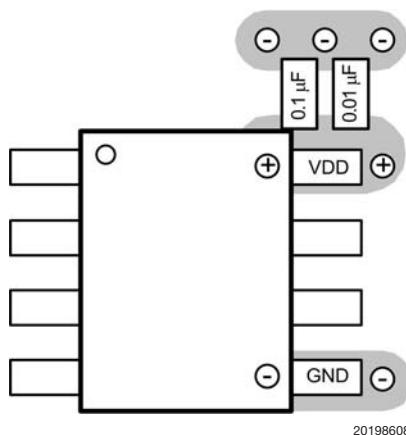

图9.DS91D176的去耦
- 任何电源噪音都能减少有效的噪容。确保M-LVDS器件已经正确地去耦。为VDD和GND引脚使用两个过孔，并靠近器件的VDD引脚放置去耦电容。图9显示如何放置去耦电容和连接DS91D176至电源层和地层。